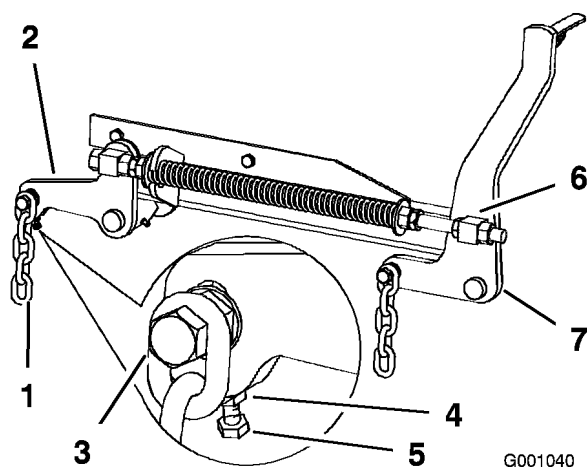

Figure 68
7. Si la distance mesurée au point **B** ou **C** n'est pas correcte, desserrez le boulon de fixation de la chaîne arrière au bras de support arrière (Figure 68).
8. Desserrez l'écrou de blocage sous le bras de support arrière et agissez sur le boulon de réglage de manière à obtenir une distance de 79 à 83 mm (3-1/8 à 3-1/4 po) (Figure 68).
7. Desserrez d'environ 13 mm (1/2 po) les écrous de blocage à l'avant des pivots avant gauche et droit (Figure 68).
8. Réglez les écrous de relevage sur les côtés gauche et droit de la machine de manière à abaisser l'avant de **6 à 10 mm (1/4 à 3/8 po)** au point **A** par rapport au point **B** à l'arrière (Figure 68).